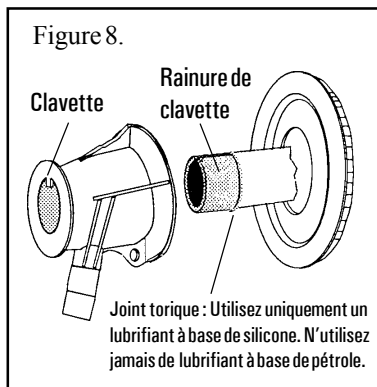

Figure 8.
15. Prenez le bloc ampoule et passez-le à travers l'orienteur d'écoulement. Observez la rainure de clavette sur le bloc ampoule, représentée dans la figure 8 : elle doit être dirigée dans le même sens que la clavette située dans la partie supérieure du raccord.
7. Prenez le nouveau bloc ampoule, le bouchon/tampon rouge étant bien en place, et passez-le à travers l'orienteur d'écoulement. Observez la rainure de clavette sur le bloc ampoule, représentée dans la figure 8 : elle doit être dirigée dans le même sens que la clavette dans la partie supérieure du corps du raccord.